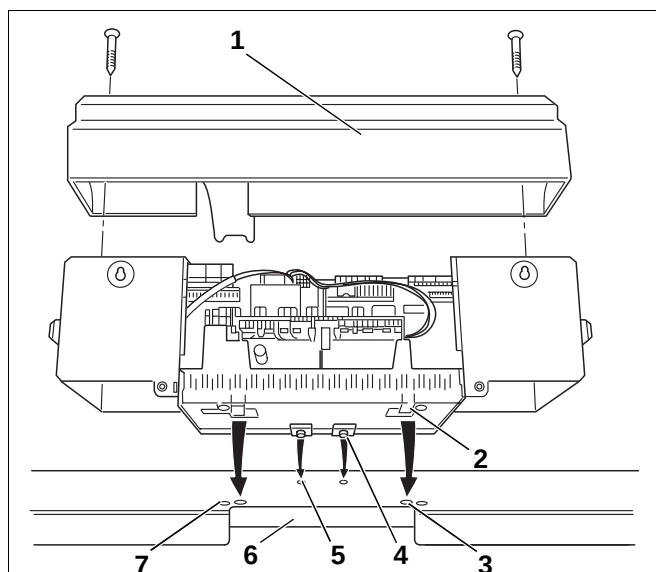
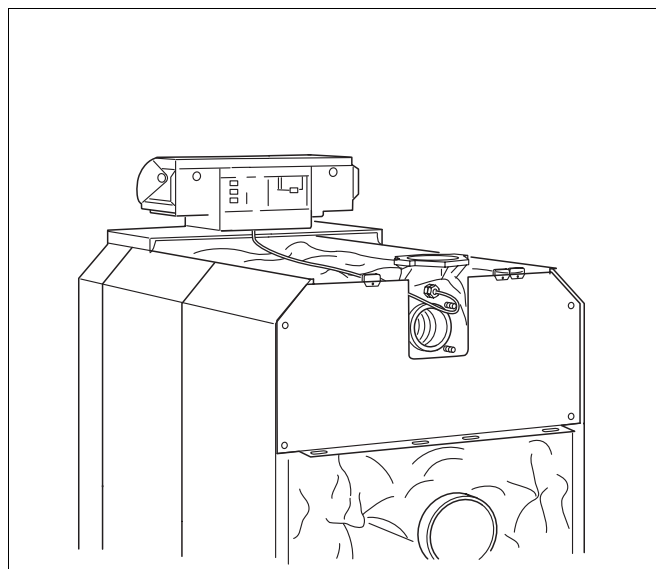

Fig. 58 Montasje – kontrollpanel
Fig. 63 Kjel med montert kontrollpanel
I fig. 58 er kontrollpanelet og det fremre dekselet „A“ vist bakfra.
- Løsne de to skruene i klemmedekselet (fig. 58, **pos. 1**). Ta klemmedekselet opp og fjern det.
- Sett på kontrollpanelet. Sett kontrollpanelets innskyvningshaker (fig. 58, **pos. 4**) forfra inn i de ovale boringene i kjelens fremre topplate (fig. 58, **pos. 5**). Trekk kontrollpanelet fremover og vipp det deretter bakover. De elastiske hakene (fig. 58, **pos. 2**) må gå i inngrep bak i de firkantede åpningene i kjelens fremre topplate (fig. 58, **pos. 3**).
- Skru fast kontrollpanelets sokkel på høyre og venstre side av kabelgjennomgangen (fig. 58, **pos. 6**) på kjelens fremre topplate ved hjelp av to metallskruer (fig. 58, **pos. 7**).
- Skru fast klemmedekselet (fig. 58, **pos. 1**) på kontrollpanelets sokkel igjen ved hjelp av to metallskruer (fig. 63).